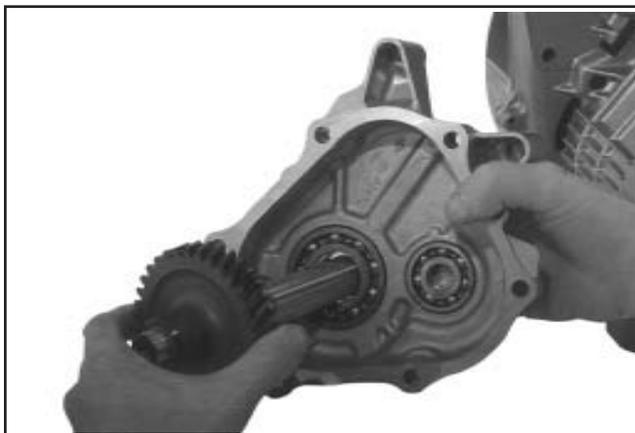

Figure 9-72. Retrait l'engrenage/arbre de sortie du couvercle.
- Retirer l'ensemble d'engrenage/arbre de sortie du couvercle du carter ou de la plaque de fermeture. Voir la figure 9-72.